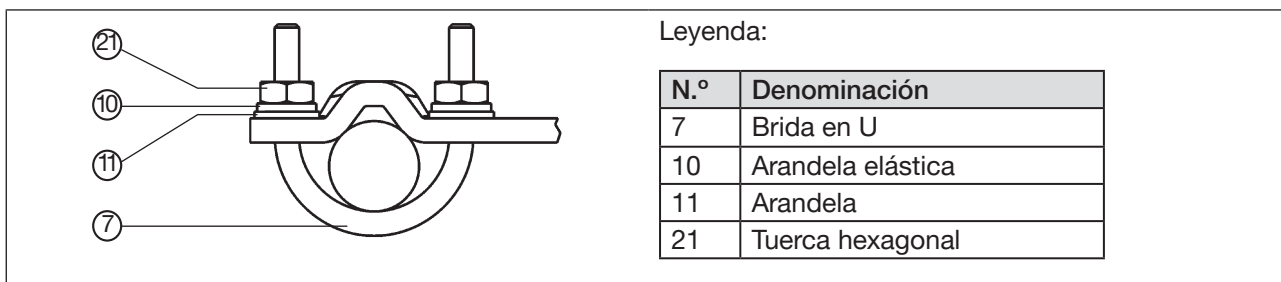

Imagen 21: Fijación de posicionador con escuadra de montaje en actuadores con yugo
→ Fije la escuadra de montaje al yugo con la brida en U ⑦, las arandelas ⑪, las arandelas elásticas ⑩ y las tuercas de cabeza hexagonal ⑳ (consulte «Imagen 21»).